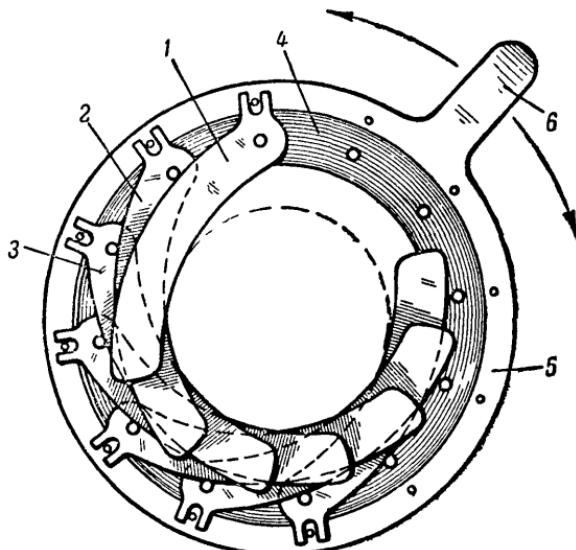

Рис. 12. Схема устройства ирисовой диафрагмы:
Диафрагмы современных фотоаппаратов устроены следующим образом (рис. 12). Большое количество тонких стальных листочек (1, 2, 3 и т. д. — на рисунке показаны только семь), перекрывающих друг друга, укреплены на штифтах, находящихся в кольце (4). Внешнее кольцо (5) — подвижное; при передвижении его за рукоятку (6) в направлении стрелок можно заставить все листочки либо одновременно сходить концами к центру, либо расходиться к окружности. В первом случае центральное отверстие будет уменьшаться, а во втором — увеличиваться. То, что отверстие получается не круглым,